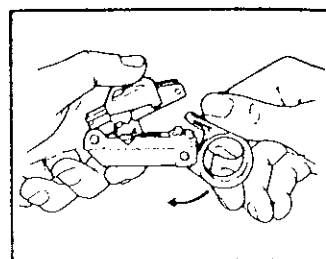

Figure 3
B. Ouvrir l'outil en faisant pivoter le loquet vers le bas (fig. 3).